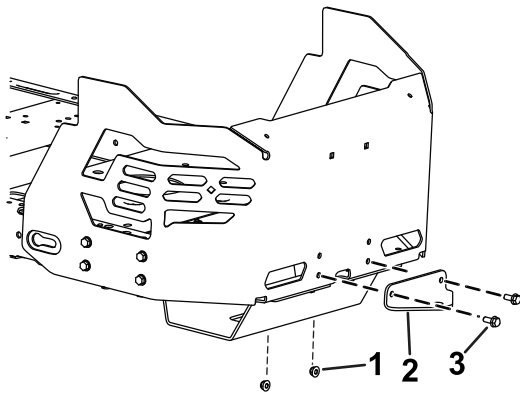

Figura 13
1. Retire los 2 pernos, las 2 tuercas y el soporte del enganche de la parte inferior del protector del motor (Figura 13).